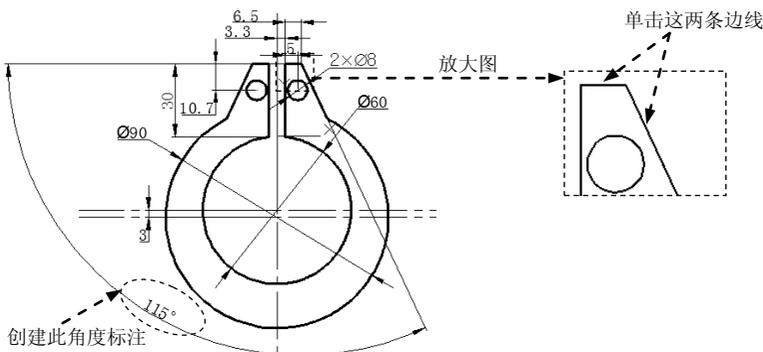

图 17.2.18 创建角度标注
Step5. 创建图 17.2.18 所示的角度标注。选择下拉菜单 **标注(B)** → **角度(A)** 命令，单击图 17.2.18 所示的两条边线，在绘图区的左下角空白区域单击一点，确定尺寸放置的位置。